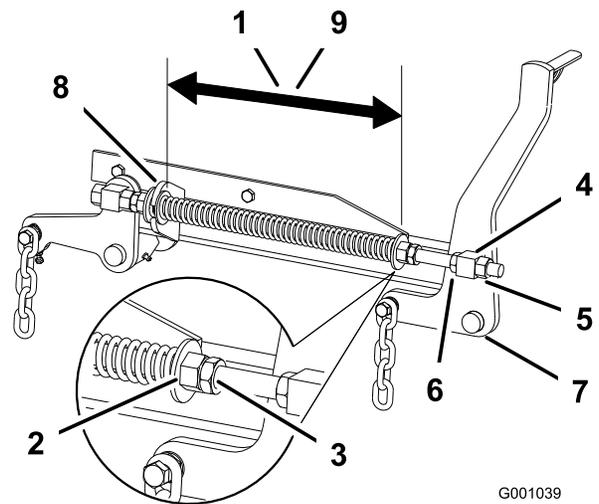

Figura 74
- Compruebe la distancia entre las dos arandelas grandes, que debe ser de 26,7 cm (10-1/2 pulgadas) para plataformas de cortacésped de 60 pulgadas, o 29,2 cm (11-1/2 pulgadas) para plataformas de cortacésped de 72 pulgadas (Figura 74).
- Ajuste esta distancia aflojando la contratuerca elástica y girando la tuerca que está delante de cada muelle (Figura 74). Gire la tuerca en el sentido de las agujas del reloj para acortar el muelle y en el sentido contrario a las agujas del reloj para alargar el muelle.
- Fije la tuerca en la posición deseada apretando la contratuerca elástica (Figura 74).